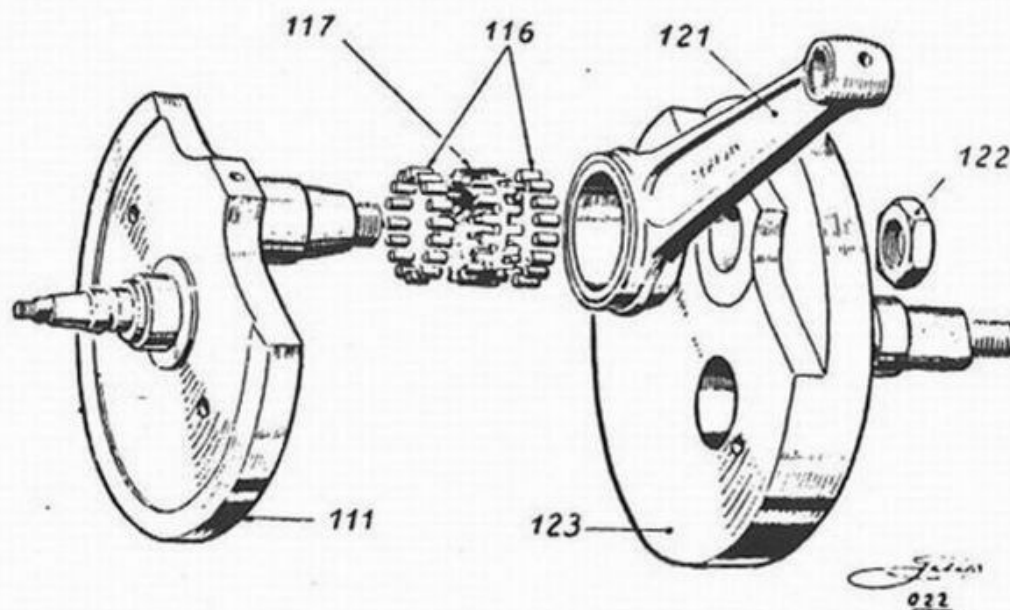

Fig. 15 - Smontaggio dell'albero motore
15) - Smontaggio dell'albero motore (fig. 15 e 16).